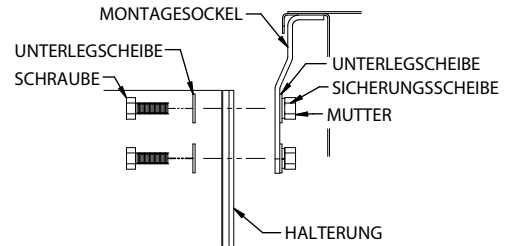

Abb. 19 – Befestigung des Montagesockels an der Halterung
2. Verschrauben Sie Halterung und Platte an allen Bohrlöchern mithilfe von 3/8" (10 mm) Unterlegscheiben, Sicherungsscheiben, Schrauben und Muttern (wie in Abb. 19 dargestellt).